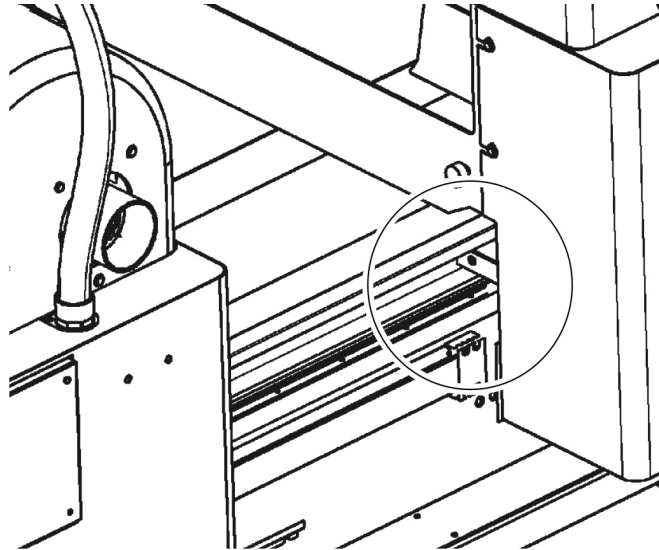

Fig. 09-02
- Frequência semanal: Limpe os cavacos na parte superior da base (por exemplo, com uma mangueira de sucção) para evitar que os cavacos se acumulem perto da cabeça fixa (**Fig. 09-02**) durante a etapa de aproximação da cabeça móvel, com consequente dificuldade também durante a etapa de zeramento da máquina.